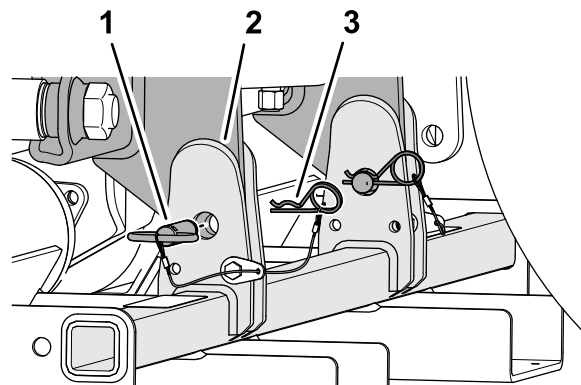

Figura 46
3. Sujete el soporte de almacenamiento a la máquina con los 2 pasadores de horquilla y las 2 chavetas (**Figura 46**).